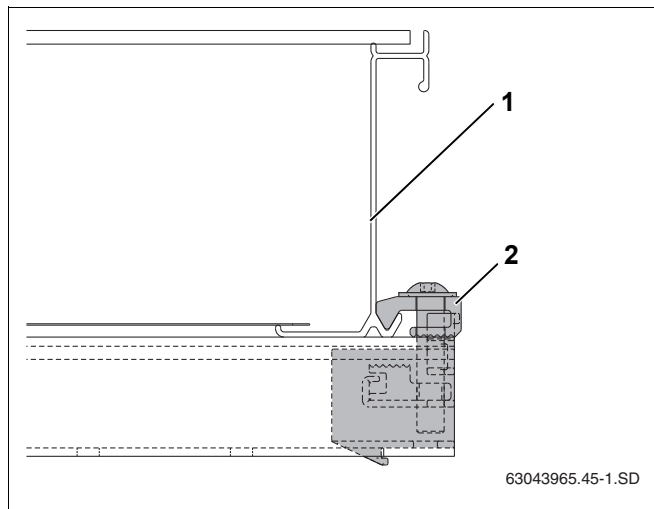

Рис. 47 Установленный односторонний зажим
- ▶ Осторожно сдвинуть коллектор (рис. 47, **поз. 1**) к одностороннему зажиму и выровнять в горизон-тальной плоскости.
- ▶ Ключом SW5 закрутить зажим (рис. 47, **поз. 2**).
Теперь прижим (рис. 47, **поз. 2**) находится в нижней кромке коллектора.